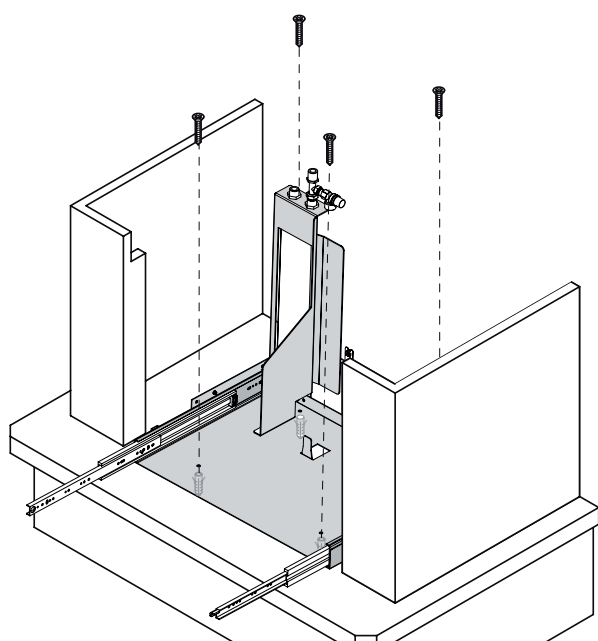

Fig. 6.5
- Placer et fixer à l'aide de chevilles le socle au plateau de la cheminée (fig.6.5)